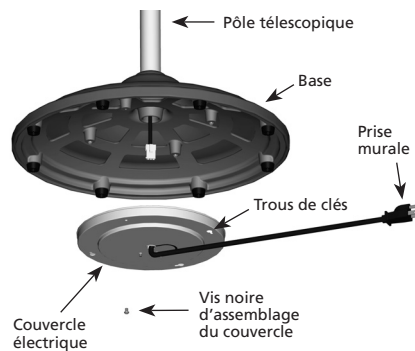

FIGURE 4
11. Placez le couvercle électrique contre la base et alignez les trous de clés du couvercle électrique avec les trois vis noires desserrées de l'assemblage du couvercle. Faites pivoter le couvercle électrique dans le sens contraire des aiguilles d'une montre. Voir Figure 4.